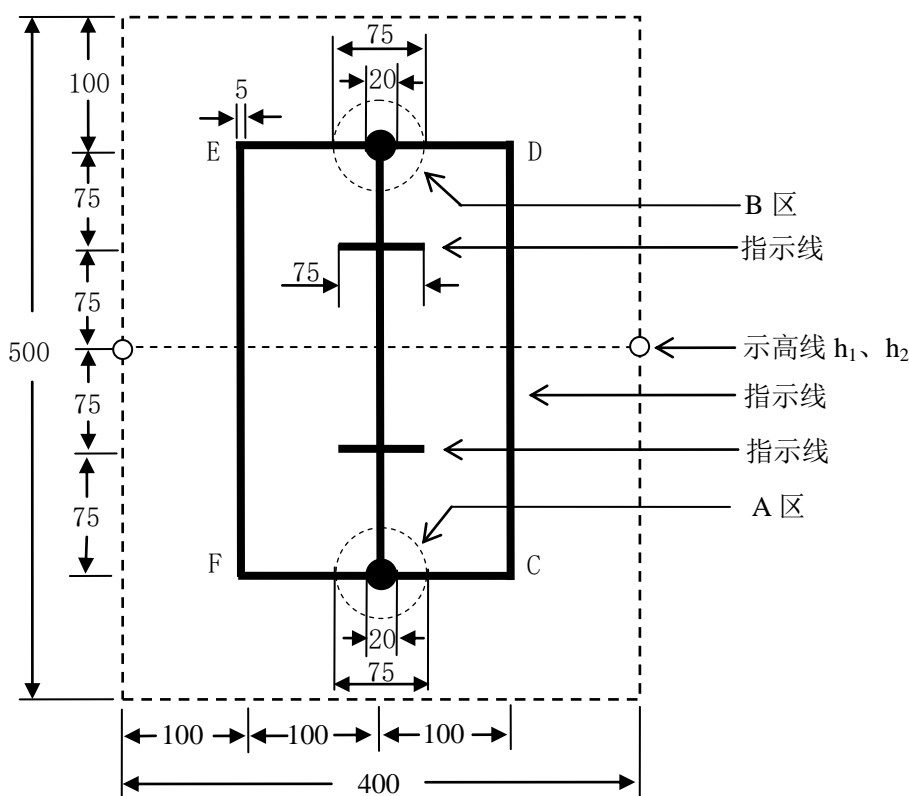
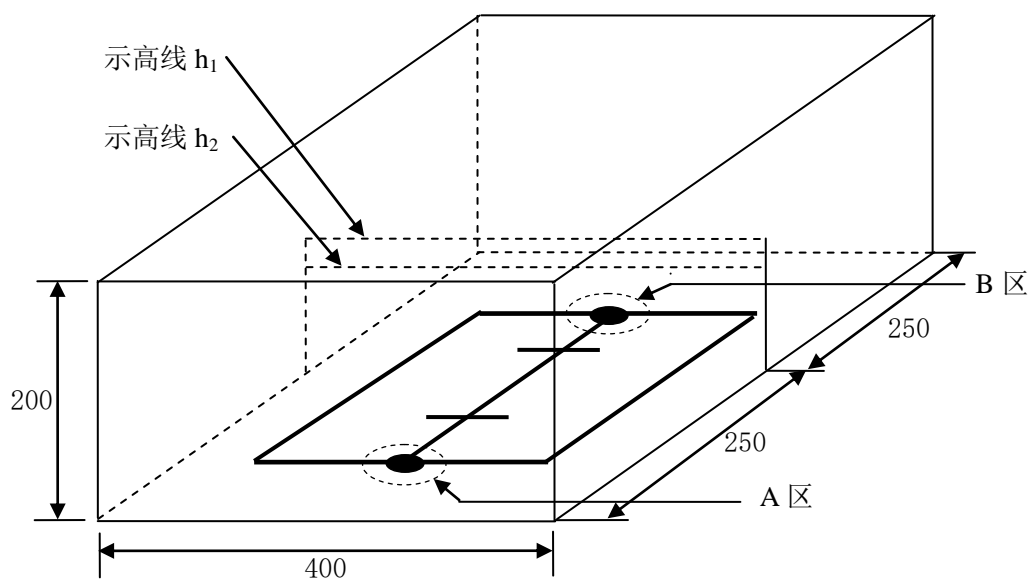

图 1 飞行区域俯视图（图中长度单位：cm）
图 2 飞行区域立体示意图（图中长度单位：cm）
设计并制作一架带航拍功能的多旋翼自主飞行器。飞行区域俯视图和立体图分别如图 1 和图 2 所示。
- (1) 多旋翼自主飞行器（下简称飞行器）摆放在图 1 所示的 A 区，开启航拍，一键式启动，飞行器起飞；飞向 B 区，在 B 区中心降落并停机；航拍数据记录于飞行器自带的存储卡中，飞行结束后可通过 PC 回放。飞行高度不低于 30cm；飞行时间不大于 30s。
- (2) 飞行器摆放在图 1 所示的 A 区，一键式启动，飞行器起飞；沿矩形 CDEF 逆时针飞行一圈，在 A 区中心降落并停机；飞行高度不低于 30cm；飞行时间不大于 45s。
- (3) 制作一个简易电子示高装置，产生示高线 h_1 、 h_2 （如激光等）， h_1 、 h_2 位于同一垂直平面，飞行器触碰 h_1 、 h_2 线时该装置可产生声光报警。示高线 h_1 、 h_2 的高度在测试现场可以调整。调整范围为 30cm~120cm。